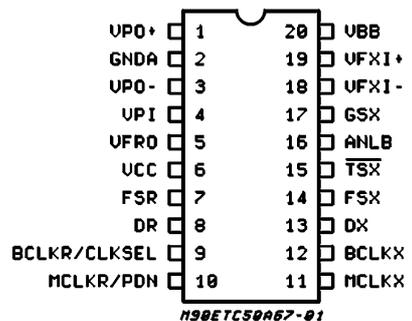
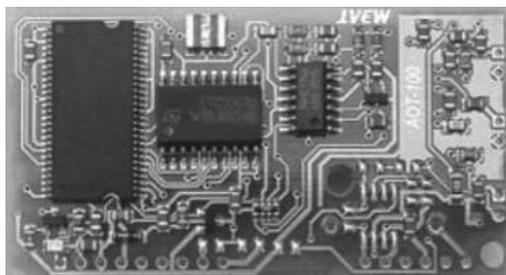

рис. 1
рис. 2
Для реализации таких разработок особую популярность, благодаря хорошему качеству и конкурентной цене, завоевали кофидеки в SMD-исполнении под названием ETC5067D от компании STMicroelectronics. Структурная схема и разводка ножек микросхемы ETC5067D показана на **рис. 1**. Сейчас они массово используются в схеме автоответчика АОТ-20/40/80 (F), показанного на **рис. 2**, для версий управляющих программ АОН телефонных аппаратов МЭЛТ-4000А, МЭЛТ-4000, МЭЛТ-3000, МЭЛТ-2500 и МЭЛТ-206, с платой АОН V50, V58, V59, не уступая по параметрам аналогам от других производителей, таким, как TP3067 (National Semiconductor), MC145567 (Motorola) или IL145567DW ("Интеграл").
- передающий ВЧ и НЧ фильтры (SWITCHED CAPACITOR BAND-PASS FILTER – рис. 1);
- приемный НЧ фильтр с коррекцией по $\sin x/x$ – закон Котельникова – (SWITCHED CAPACITOR LOW-PASS FILTER – рис. 1);
- активный RC-фильтр (RC ACTIVE FILTER – рис. 1);